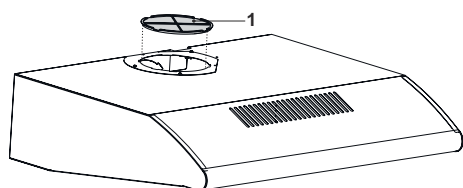

Fig. 20
6. ➔ Montere afdæknings pladen over hullet på emhætten Fig. 20.